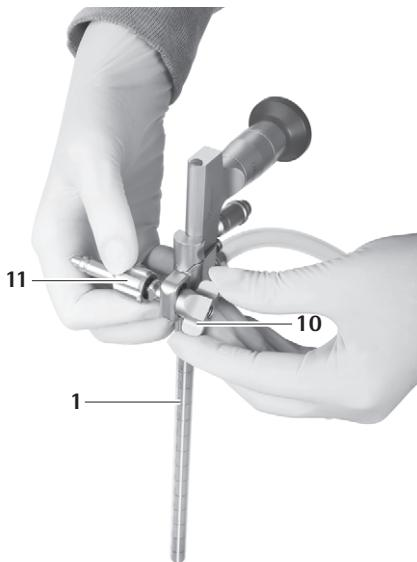

Fig. 19
- ▶ Enroscar la tuerca de mariposa **10** hasta que se fije el adaptador para brazo de soporte **11**, ver Fig. 19. El Trocar MINOP InVent 1 está preparado para adaptarse en el brazo de soporte.